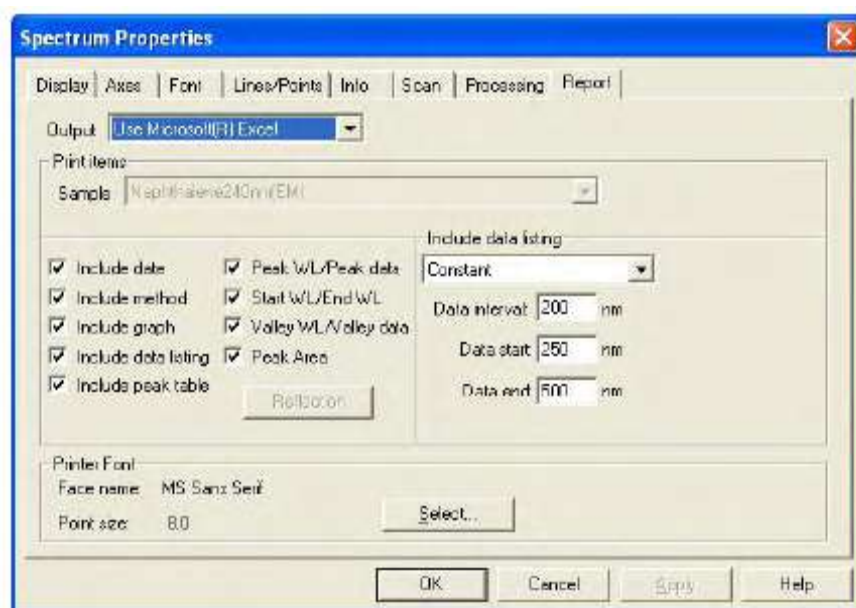

Рис. 7-39
- (1) Нажмите кнопку  («Свойства») и выберите вкладку «Отчет». Вкладка показана на рис. 7-39. Выберите «Использование Microsoft(R) Excel» в поле «Вывод информации» (Output). Также выберите данные, которые будут переданы (таблицы пиковых значений, список данных, и т.д. в случае сканирования длины волны). Нажмите кнопку «OK»